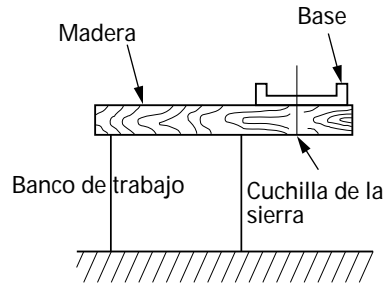

Fig. 2
6. Prepare un banco de trabajo de madera (Fig. 2).